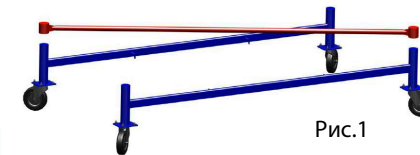

Рис.1
- Установить на ровную площадку параллельно между собой две гантель-базы(рис.1) замками внутрь.
- Сверху на гантель-базу установить объёмную диагональ(рис.1)